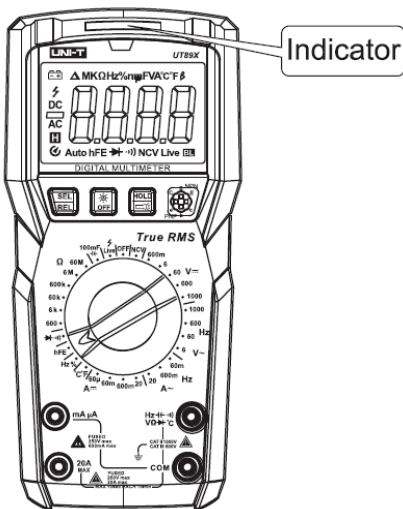

Рисунок 11
9.9 Измерение hFE транзисторов (Рисунок 11)